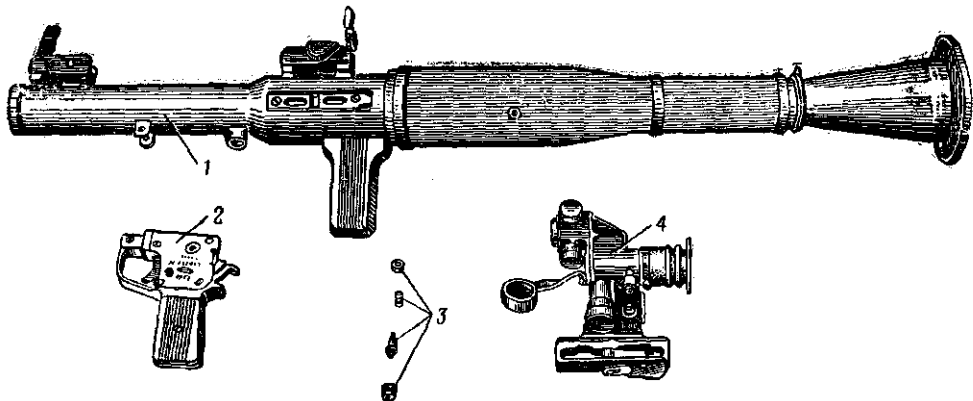

Рис. 3. Основные части и механизмы гранатомета:
4. Гранатомет состоит из следующих основных частей и механизмов (рис. 3):